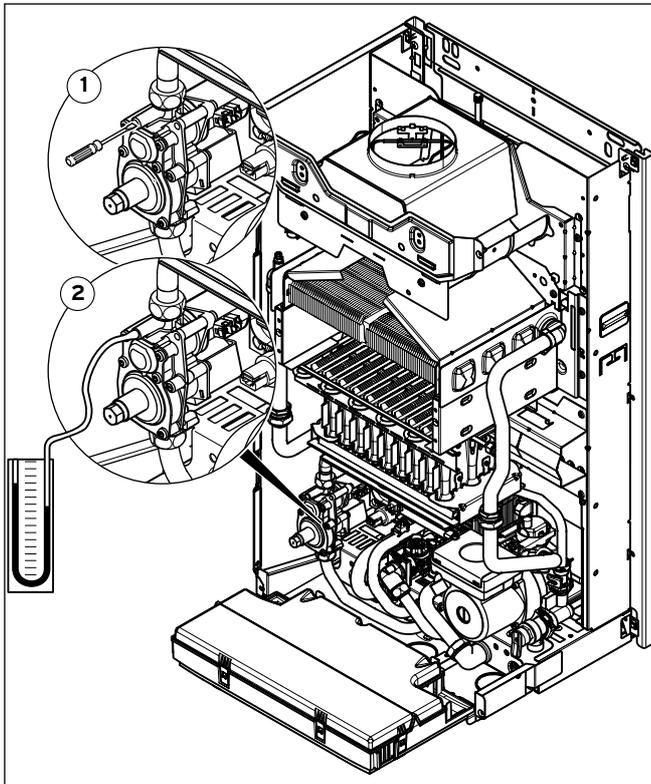

Fig. 6.4 Controllo della portata nominale
- Svitare la vite di tenuta della valvola del gas (1, fig. 6.4).
- Collegare un manometro digitale o a tubo a U (2, fig. 6.4).
- Svitare la vite di tenuta della valvola del gas (1, nella fig. 6.4).